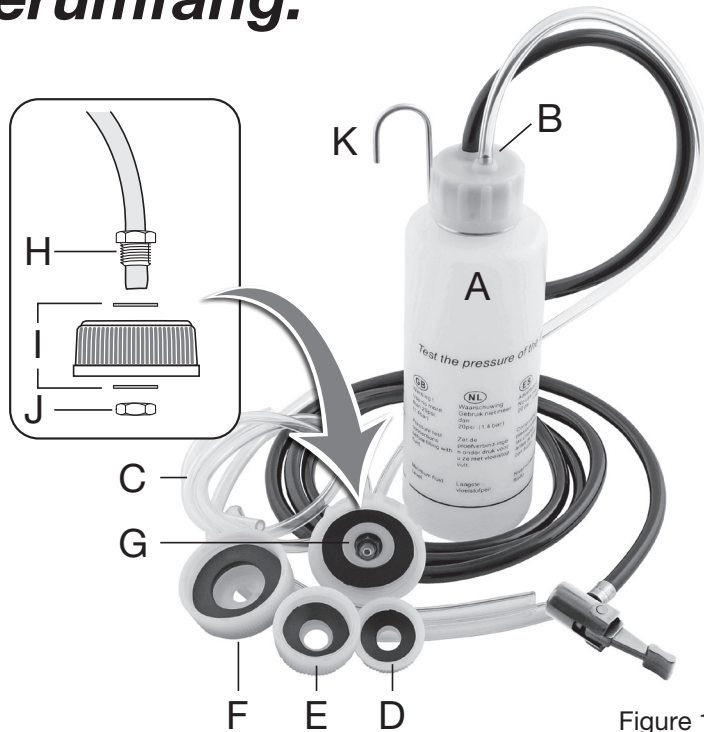

Figure 1
1. Den Vorratsbehälterdeckel des Fahrzeugs entfernen, den entsprechenden Schraubdeckel auswählen und ihn wie in der Abbildung dargestellt mit dem Gerät verbinden (**Abbildung 1**). Dann mit dem Behälter verbinden.
- Den richtigen Behälterdeckeladapter **D**, **E F** oder **G** aus dem Lieferumfang auswählen (siehe **Abbildung 1**). Der Satz enthält eine Auswahl an Behälterdeckeln, passend für die meisten Fahrzeuge mit Flüssigkeitsvorratsbehältern mit Schraubdeckel. Falls erforderlich kann der Mehrzweckdeckel **77042** verwendet werden (nicht im Lieferumfang enthalten – siehe Seite 7).